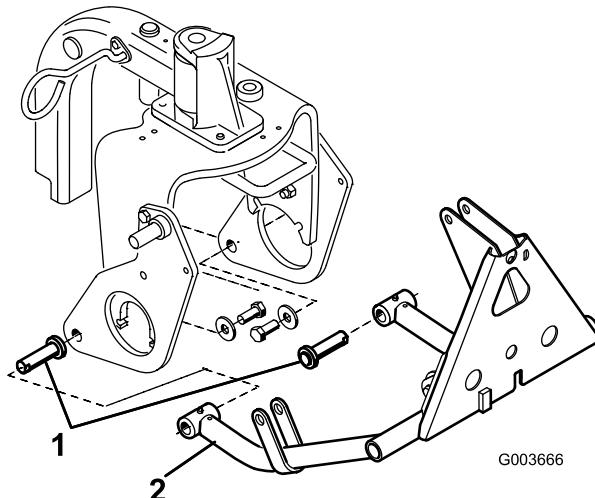

Figura 8
3. Inserire un perno cilindrico in ciascun tubo del braccio di spinta come indicato nella Figura 8.
4. Inserire i tubi del braccio di spinta sulle piastre di destra e sinistra allineando le guide del perno cilindrico con i fori delle piastre dell'aratro (Figura 8).
5. Montare i perni cilindrici sulle piastre dell'aratro con un bullone (5/8 x 1-1/2 pollici) e una rondella (1,68 diam. est. x 0,65 diam. int.) come indicato nella Figura 8. Serrare i bulloni a 203 Nm.